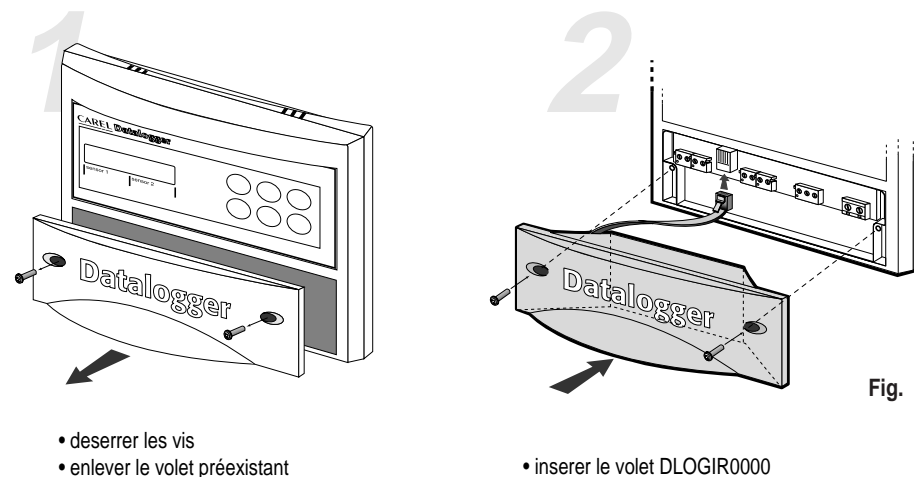

Fig. 6
3. Brancher le câble téléphonique sortant du volet IR au connecteur téléphonique à l'intérieur du Datalogger. (Voir fig. 6).